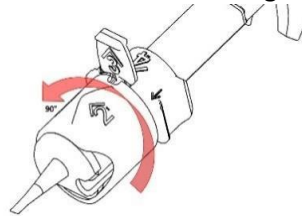

Fig. 2a
5. Ruotare l'anello rotabile trasparente nella direzione indicata dalla freccia numero '2' in senso antiorario di 90 gradi fino a quando non scatta in posizione con un chiaro "clic" (Fig. 2a).